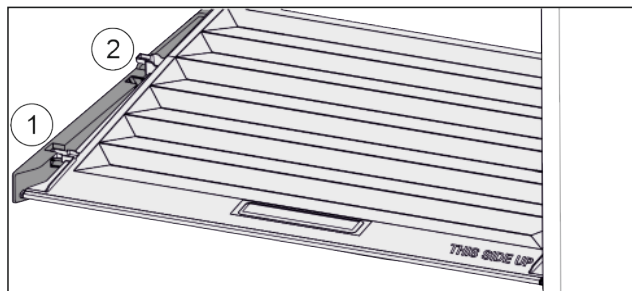

Fig. 41
- Veko potiahnite dopredu až k otvoru v prídržných dieloch Fig. 41 (1).
- Vozu ho nadvihnite zospodu a zložte smerom nahor Fig. 41 (2).